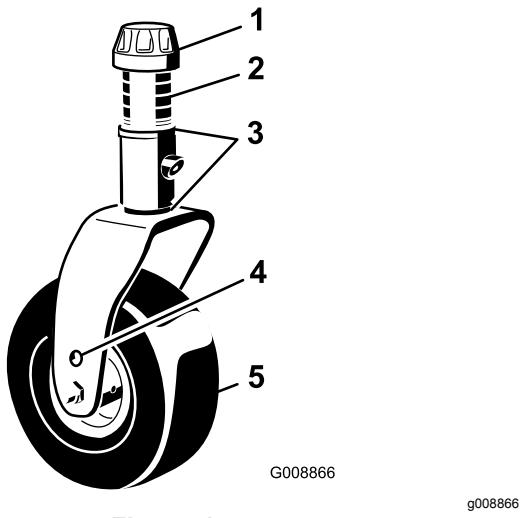

Figura 14
11. Ajuste os calços de 1/8 pol. na(s) forquilha(s) da roda giratória dianteira de forma a que coincidam com a altura de corte fixada no autocolante (Figura 14); consulte Ajuste da inclinação da unidade de corte \(página 13\).